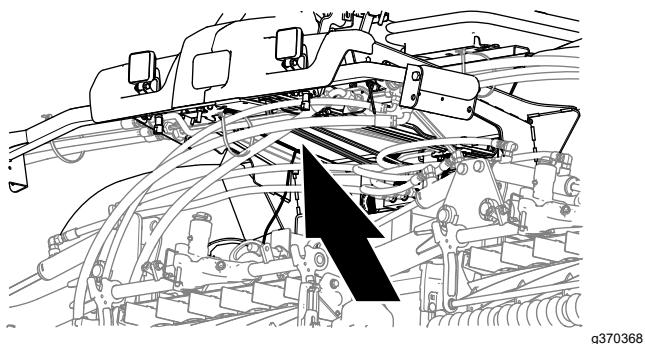
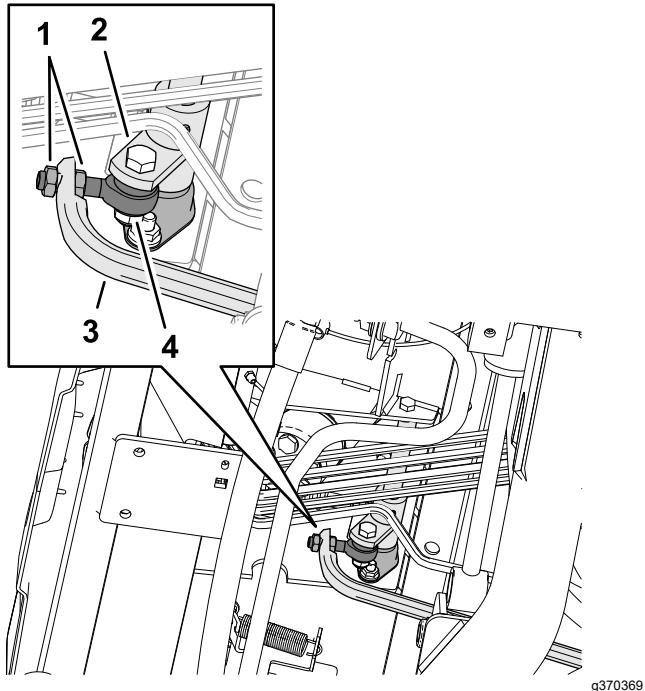

Figura 140
Figura 141
- Ajuste las contratueras de la rótula para desplazar la varilla de tracción hacia adelante, con objeto de eliminar el movimiento de la máquina hacia adelante, o hacia atrás para eliminar el movimiento hacia atrás (Figura 140 y Figura 141).